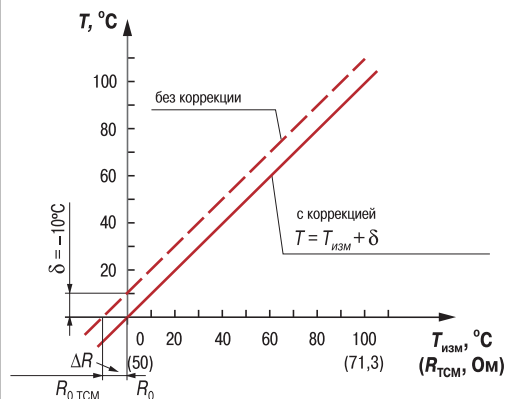

Рис. 10
3.2.5.2. Для компенсации погрешностей $\Delta R = R_0 - R_{0,TCM}$, вносимых сопротивлением подводящих проводов R_{TCM} при использовании двухпроводной схемы подключения термопреобразователей сопротивления к каждому измеренному значению параметра $T_{изм}$ прибавляется заданное пользователем значение δ («сдвиг характеристики»). На рис. 10 приведен пример сдвига характеристики для датчика ТСМ50М, $W_{100} = 1,426$.